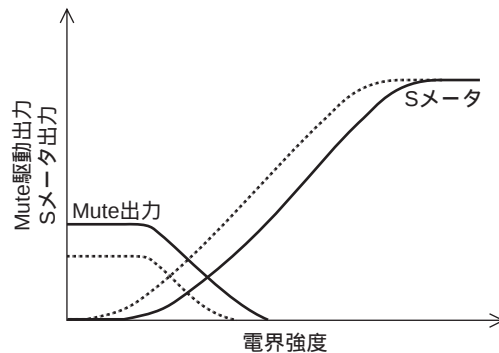

図25 R31可変時
- ・ 31ピン (Sメータシフト)外付け抵抗値による、Sメータの電界強度方向シフト (図25)。